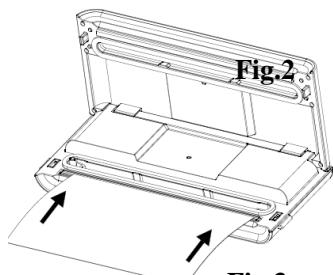

Fig.2
3. Puneți un capăt al pungii pe partea de sus a benzii de etanșare, dar nu îl introduceți în camera de vidare – **Fig. 2.**